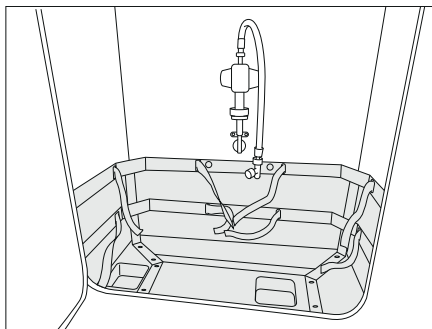
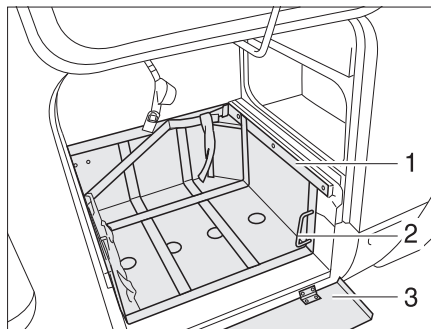

Bild 239 Gasbox
Bild 240 Gasbox, med utdragbara skenor
- Om det finns en skyddsplåt: Fäll ned skyddsplåten (Bild 240,3).
- Frigör sliden (Bild 240,1) med hjälp av handtaget (Bild 240,2).
- Drag ut sliden (Bild 240,3) till stoppläget.
- Vrid (Bild 240,2) handtaget.
- Frigör sliden (Bild 240,3) med hjälp av handtaget (Bild 240,2).
- Skjut in sliden (Bild 240,3) till stoppläget och vrid tillbaka handtaget (Bild 239,2).
- Om det finns en skyddsplåt: fäll upp skyddsplåten (Bild 240,1).